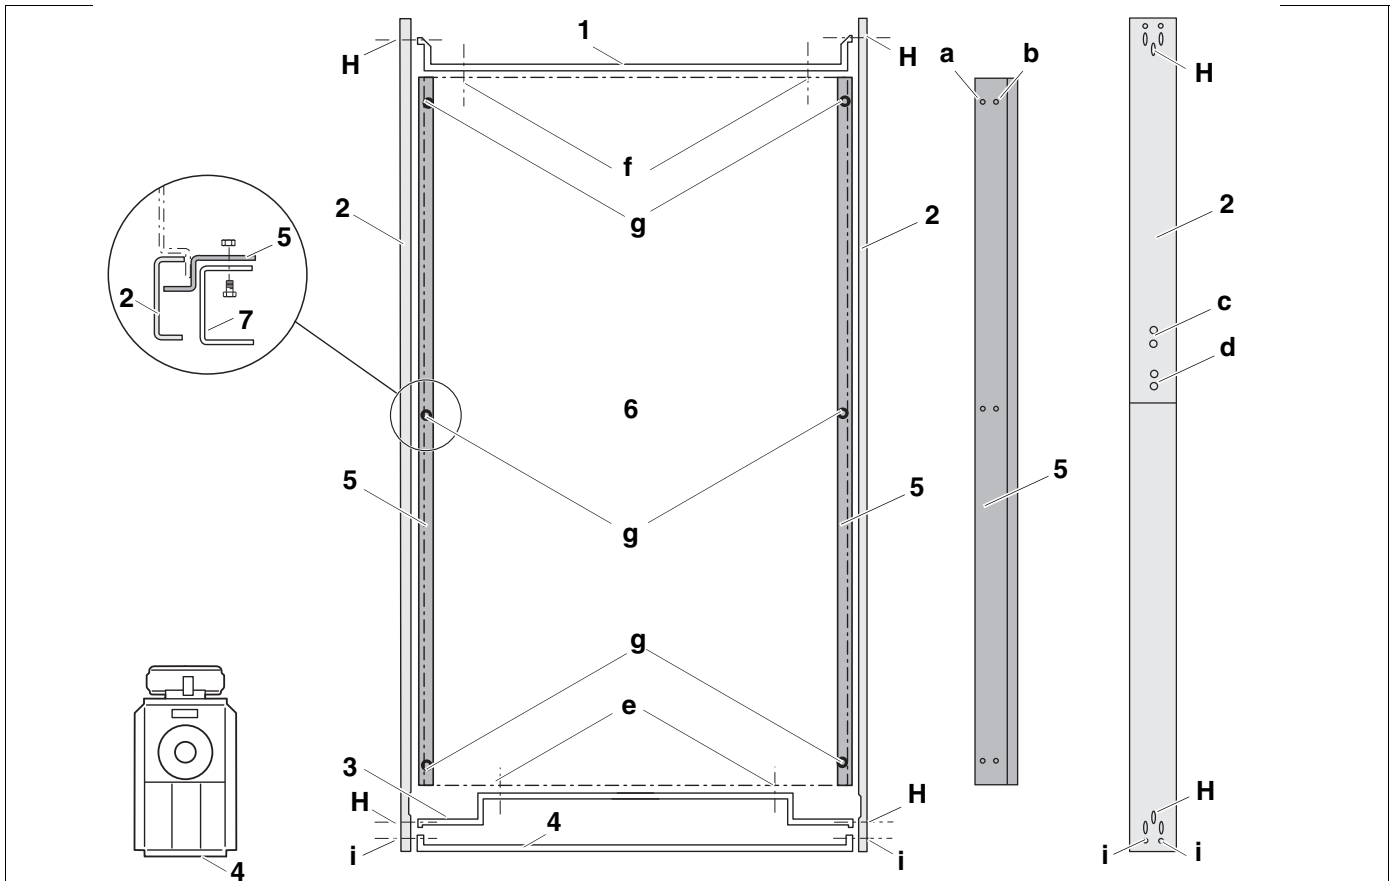

Рис.22 Нижние траверсы (вид сверху)
По приведенным далее монтажным операциям см. рис. 22, стр. 27.
- ▶ Боковые синие цокольные планки (рис. 22, [2]) состоят из двух частей и должны быть предварительно собраны (рис. 22, [d]):
положение винтов для 790 кВт и Рис. 22[с]:
- ▶ Закрепите левую и правую цокольные планки (рис. 22, [2]) к траверсе спереди и сзади (рис. 22, [1] и [3]), повернув по одному винту [h].
- ▶ Закрепите синюю переднюю цокольную планку (рис. 22, [4]) спереди к правой и левой цокольным планкам (рис. 22, [2]) 2 винтами (рис. 22, [i]).